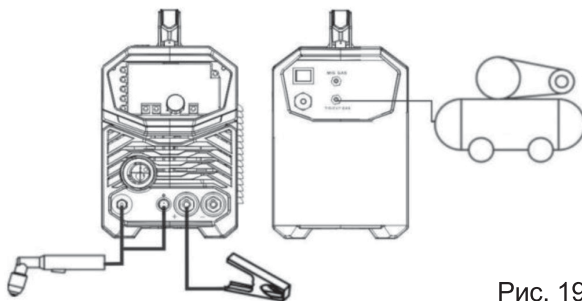

Рис. 19
2. Подключите сварочный кабель с зажимом массы к плюсовому разъему аппарата (рис. 19).